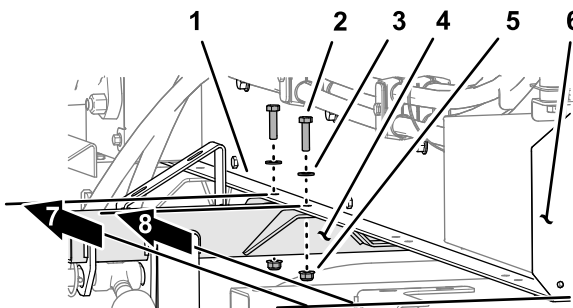

図 12
5. トップドレスサ右の右側レールで、リンスガードからレールの穴に向かって 103.7 cm と 116.7 cm の位置を決める図 12。
6. レールを、中央クロス部材のマウントプレートに仮止めする図 12 キャップスクリュ5/16 x 1 1/4"、ワッシャ5/16" 2枚、フランジロックナット5/16"を使用する。